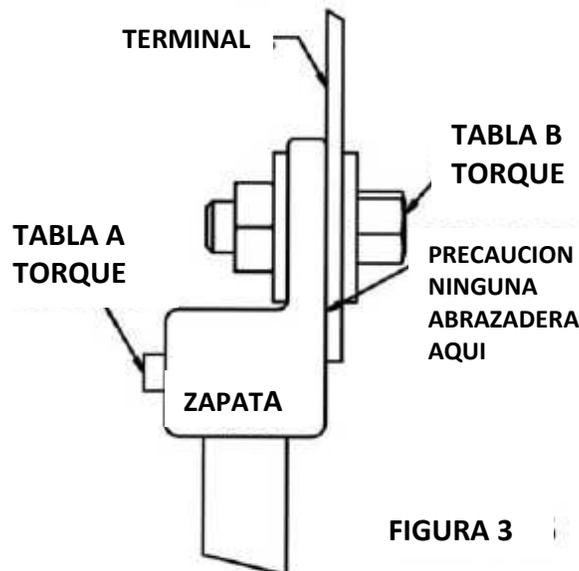

FIGURA 3
- Inserte el tornillo con una arandela plana bajo la cabeza a través de ambos ojos de la zapata y de la terminal. Agregar una arandela plana, una arandela de presión y una tuerca en el lado opuesto (**Ver Figura 3**). Apriete de acuerdo a la **Tabla B**.
- No debe haber ninguna arandela entre las zapatas y las terminales. (**Ver Figura 3**).